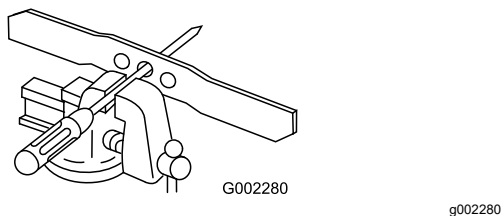

Figura 30
1. Verificați echilibrul lamei prin amplasarea orificiului central al lamei pe un cui sau o urubelniță a cărei coadă este fixată orizontal într-o menghină (Figura 30).